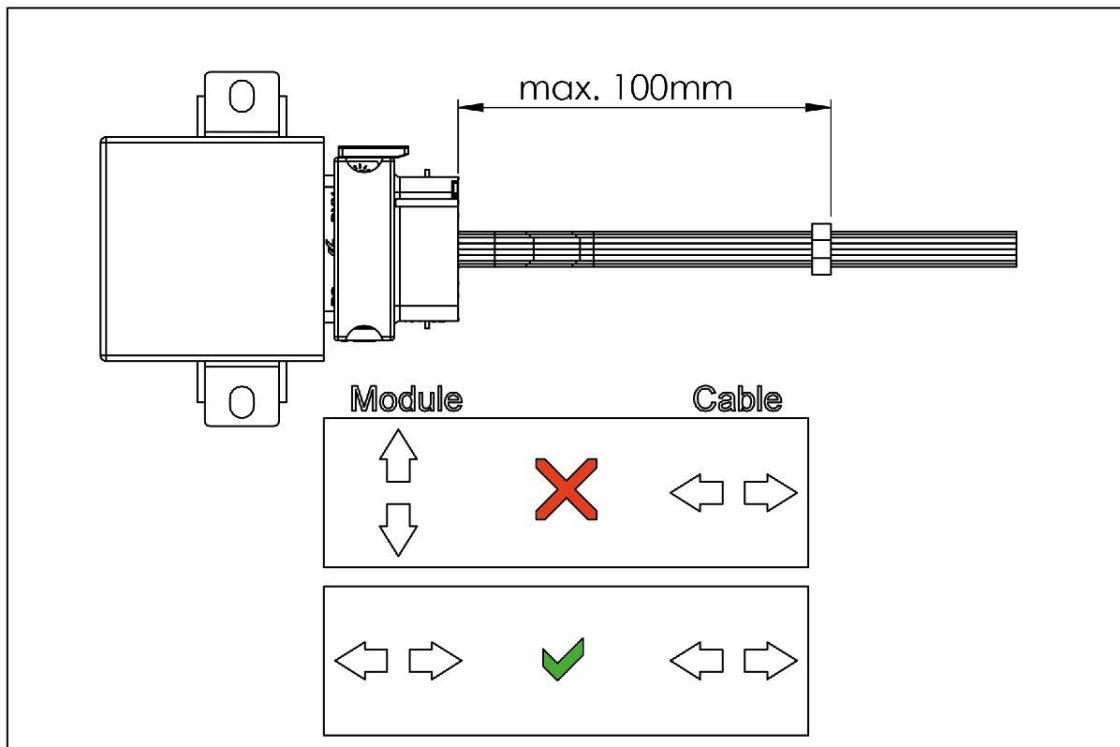

Abbildung 1: Zugentlastung des Kabelbaums (exemplarisch). 100 mm (max.) müssen eingehalten werden, Steuergerät kann variieren.
- Die Kabelführung muss so gewählt werden, dass sich der Kabelbaum ausschließlich identisch zur Bewegungsrichtung der Steuerung/des Steckers bewegt. (Befestigung Steuerung/Kabel/Zugentlastung auf demselben Untergrund). Eine Zugentlastung ist zwingend notwendig (siehe Abbildung 1).